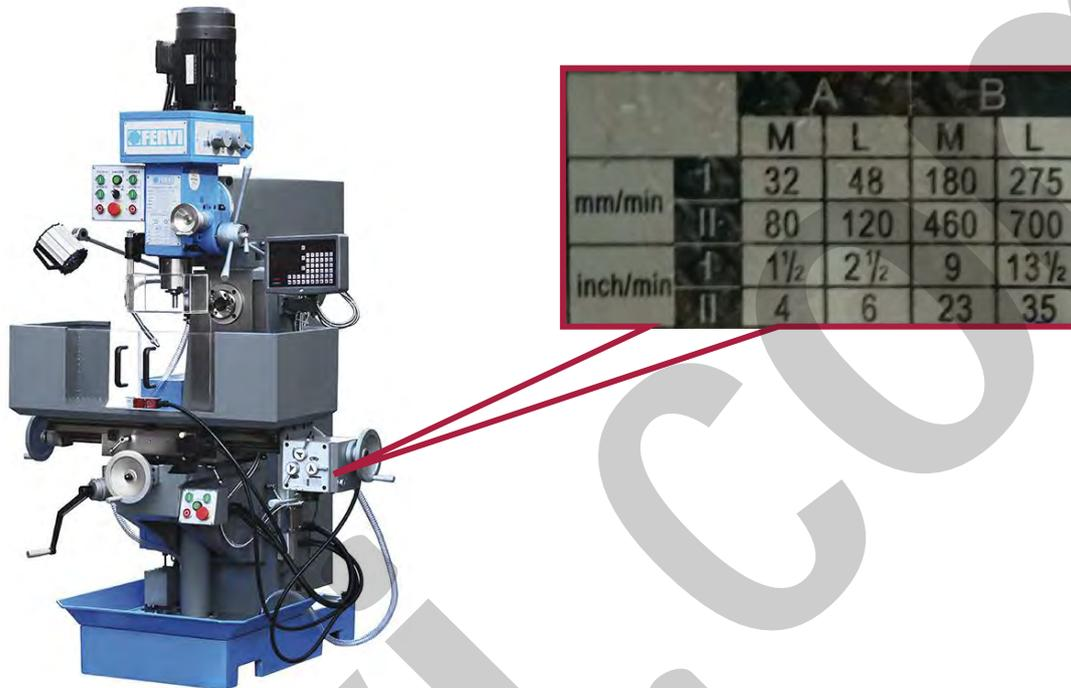
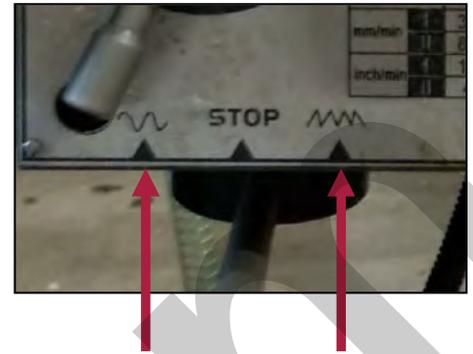
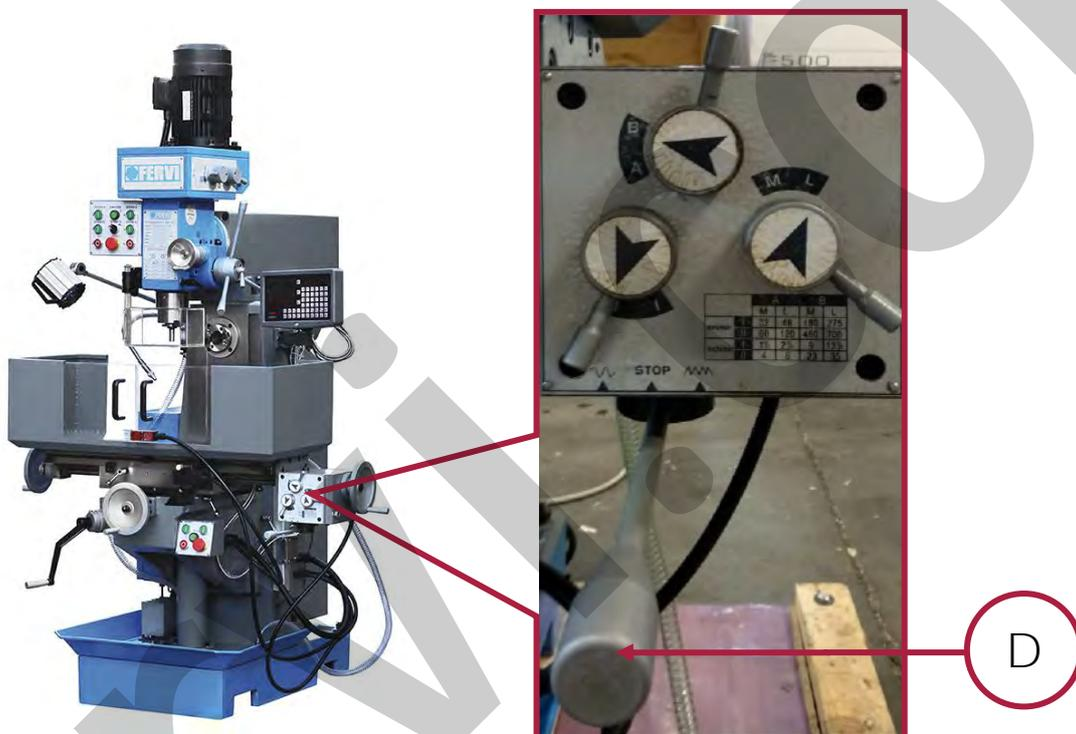
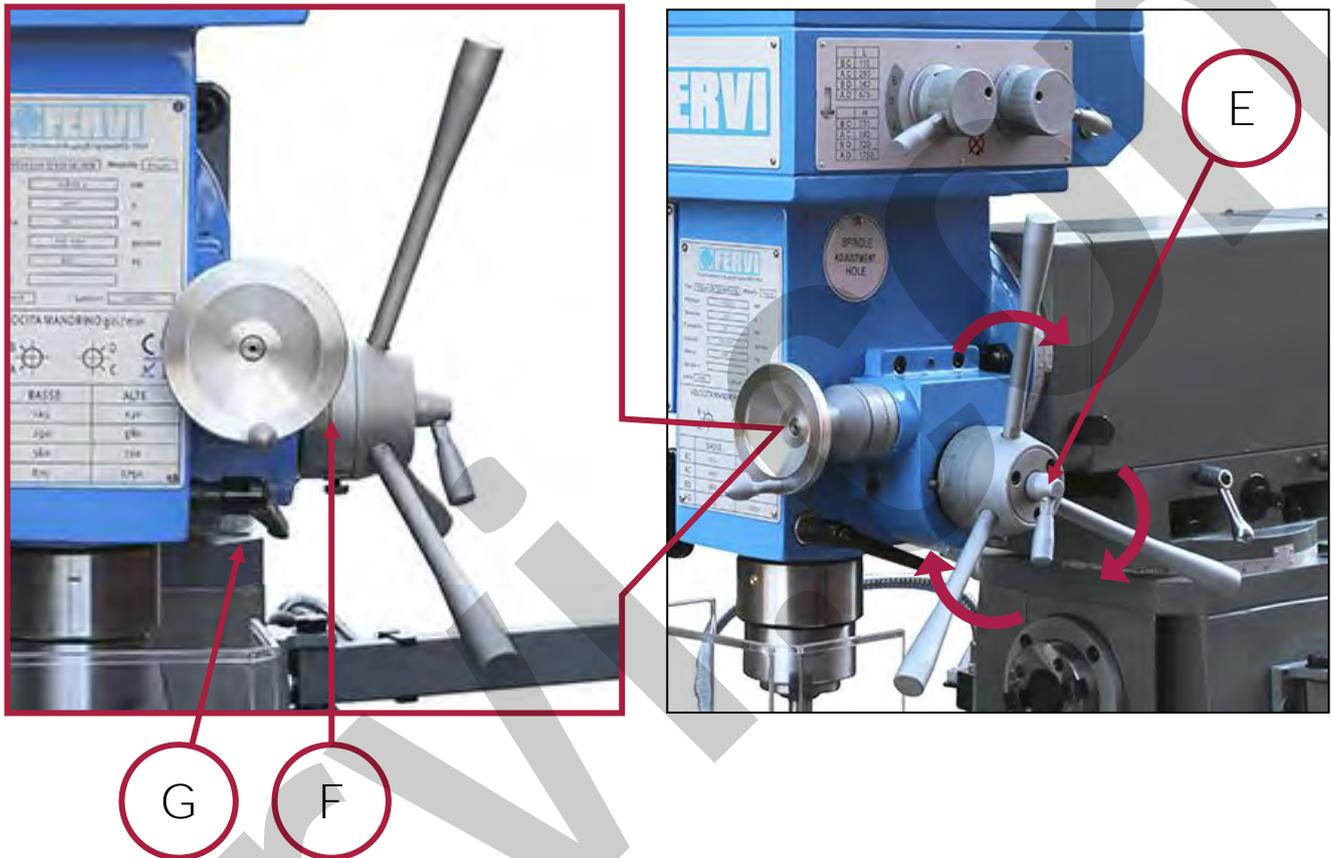

Figura 5 - Targa della velocità di avanzamento longitudinale automatica della tavola.
Figura 6 - Tipologie di avanzamento.
Figura 13 – Selettori del tipo di avanzamento e della velocità di avanzamento longitudinale della tavola.
Figura 14 - Raggiera e volantino per la movimentazione del mandrino verticale.
- Un avanzamento di lavorazione, (selezione a destra in Figura 6) da utilizzare durante lo svolgimento dell'operazione, con velocità variabile come mostrato in Figura 5;
- Un avanzamento di ritorno "a vuoto" (selezione a sinistra in Figura 6), da utilizzare durante il ritorno dell'utensile in posizione iniziale, senza lo svolgimento di nessuna lavorazione, a velocità fissa.
3. Posizionare le tre leve in Figura 13 secondo la configurazione corretta.
4. Ruotare la leva C in Figura 13 verso sinistra o verso destra in funzione del tipo di spostamento di effettuare, se a vuoto o di lavorazione rispettivamente (vedere Figura 6).
Per la salita e discesa del mandrino, è presente sulla parte destra della testata, una raggiera (Figura 14 a destra). Per abbassare il mandrino, cioè per avvicinare l'utensile al pezzo da lavorare, afferrare uno dei tre pomelli della raggiera e ruotarla in senso orario; viceversa per sollevare il mandrino, cioè allontanare l'utensile dal pezzo da lavorare, è sufficiente rilasciare la raggiera.
Quando il mandrino si trova vicino al pezzo in lavorazione, è possibile continuare l'avanzamento con il volantino per l'avanzamento micrometrico (Rif. F in Figura 13) per garantire una maggiore precisione. A tale fine occorre attivare la presa di forza serrando la leva apposita (Rif. E in Figura 14), la quale blocca il funzionamento della raggiera e attiva quello del volantino micrometrico. Una volta raggiunta la posizione desiderata per il mandrino, prima di effettuare la lavorazione occorre bloccare il canotto in posizione, azionando la leva apposita (Rif. G in Figura 14).